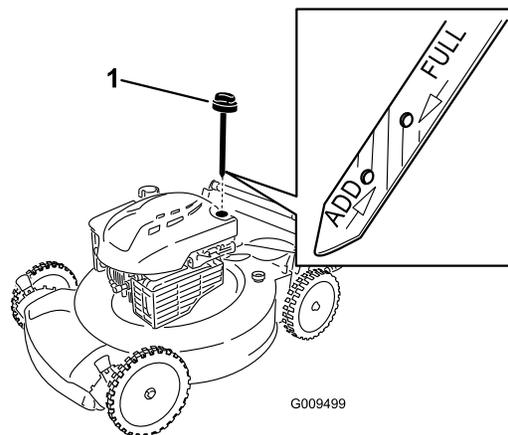

Рисунок 17
2. Извлеките масломерный щуп (Рисунок 17).
4. **Медленно** заливайте масло в маслозаливной патрубкок до тех пор, пока уровень масла не достигнет отметки **Full (ЗАПОЛНЕНО)** на масломерном щупе (Рисунок 17). **Не допускайте переполнения картера.** Макс. объем масла: 0,59 л, тип: автомобильное моющее масло (SAE 30), имеющее классификацию API: SF, SG, SH, SJ, SL и выше.